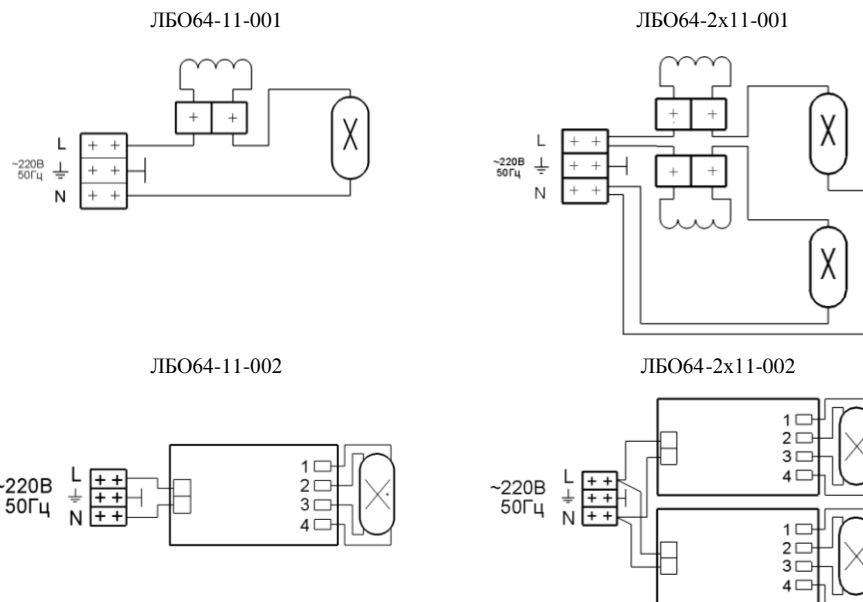

Рисунок 2
5.3 При установке светильника на опорную поверхность ввести провода сети через электроизоляционную втулку и присоединить к клеммной колодке согласно схемы (рисунок 2). Заземляющий провод присоединить к клемме имеющей знак заземления.